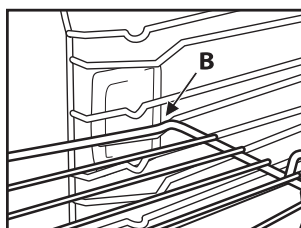

Fig. 2
2. Incliner la grille à la hauteur de la position de blocage « B » (Fig. 2).